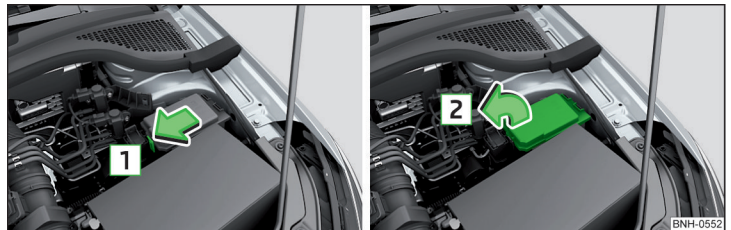
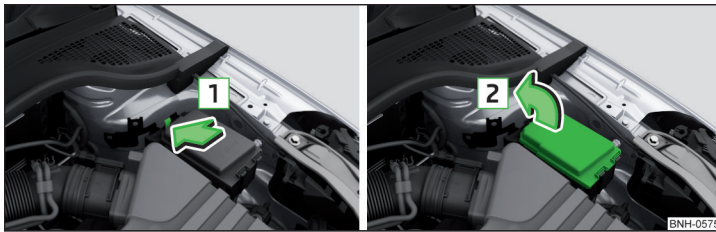

Abb. 187 Abdeckung des Sicherungskastens - Variante 1
Abb. 188 Abdeckung des Sicherungskastens - Variante 2
- Die Verriegelungstaste der Abdeckung in Pfeilrichtung **1** » Abb. 187 bzw. » Abb. 188 drücken und die Abdeckung in Pfeilrichtung **2** abnehmen.